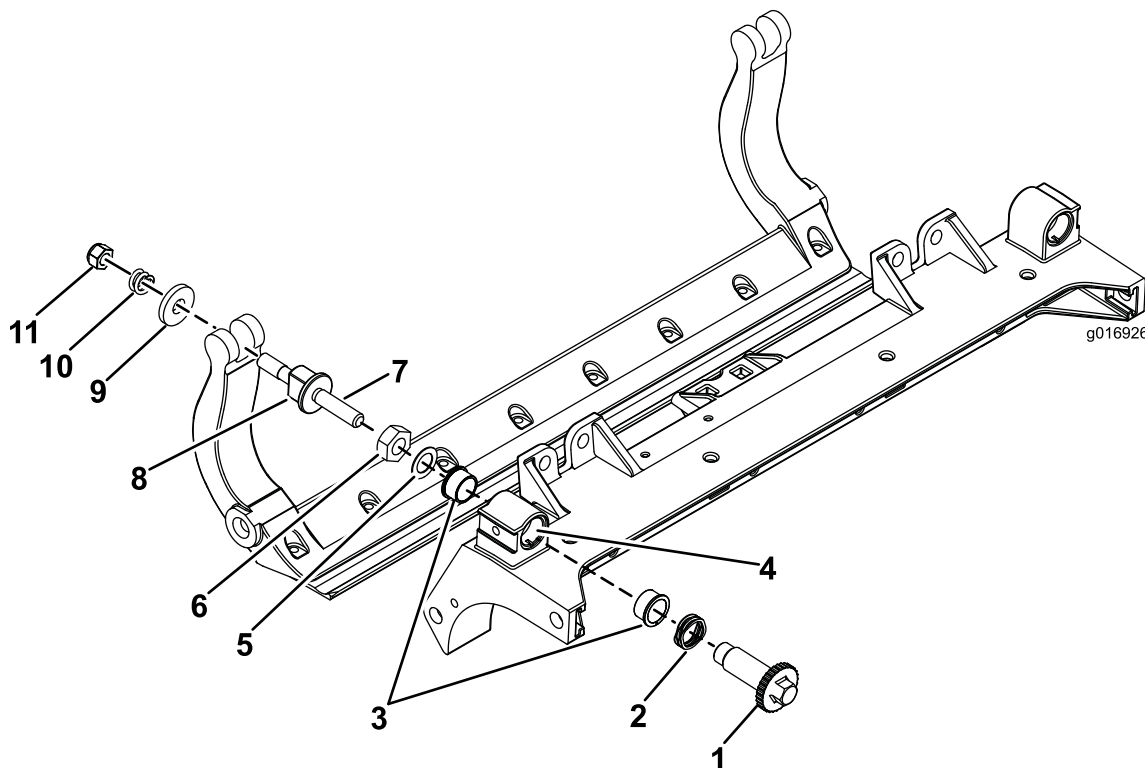

Рисунок 37
1. Снимите все детали (см. *Инструкции по установке* для HD комплекта DPA и Рисунок 37).
2. Нанесите противозадирный состав на внутреннюю поверхность втулки на центральной раме режущего блока (Рисунок 37).
3. Совместите шпонки фланцевых втулок с прорезями в раме и установите втулки (Рисунок 37).
4. Установите волнистую шайбу на вал регулятора и вставьте вал регулятора во фланцевые втулки, установленные в раме режущего блока (Рисунок 37).
5. Закрепите шпindel регулятора с помощью плоской шайбы и контргайки (Рисунок 37).
12. На нейлоновые шайбы установите стальные шайбы (Рисунок 37).
Примечание: На внутренней стороне пластин шайбы могут быть установлены с зазором (Рисунок 37).
15. Затяните гайку на каждом узле регулировки планки неподвижного ножа до полного сжатия пружины, а затем отпустите гайку на ½ оборота (Рисунок 37).